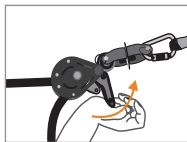

Fig 5
Para desmontar la línea de vida, tire de la palanca de leva (4) (Fig. 5). Desenganche el conjunto y guárdelo en su bolsa de origen.